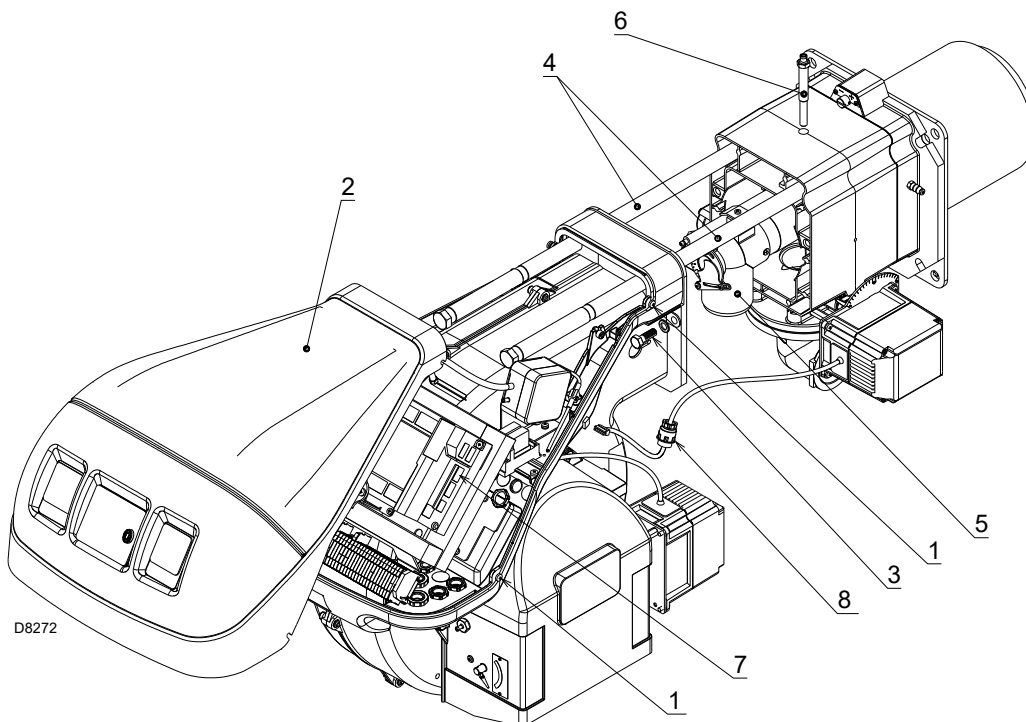

Abb. 41
Prüfen Sie, dass die Gasaustrittsöffnungen für die Zündphase im Verteiler des Flammkopfes von Verschmutzungen oder Rostablagerungen frei sind. Im Zweifelsfall die Krümmung (Abb. 41 auf Seite 53) ausbauen.
- Die 4 Schrauben 1)(Abb. 41) lockern und die Haube 2) abnehmen.